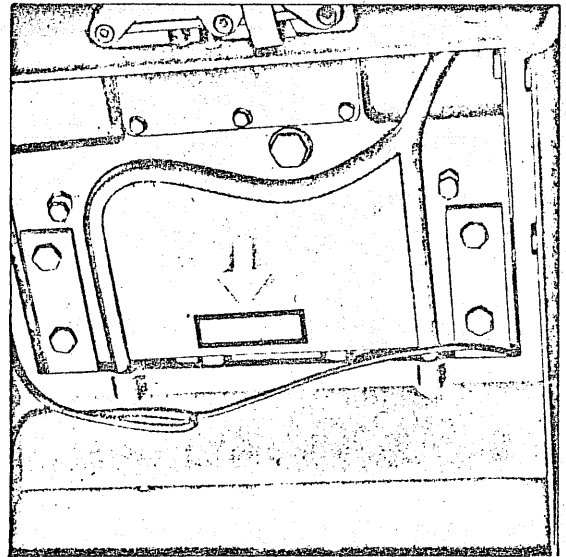

Fig. 2
N. DELLA TRATTRICE: stampigliato in alto sulla parte posteriore del corpo trattrice (visibile togliendo il cuscino) Fig. 2.
NUMÉRO DU TRACTEUR: frappé à froid en haut sur la partie postérieure du corps du tracteur (visible en enlevant le coussin du siège). Voir figure 2.
NR. DES SCHLEPPERS: marqué oben auf der Rückseite des Schlepperkörpers (sichtbar bei Abnahme des Kissens). Bild 2.